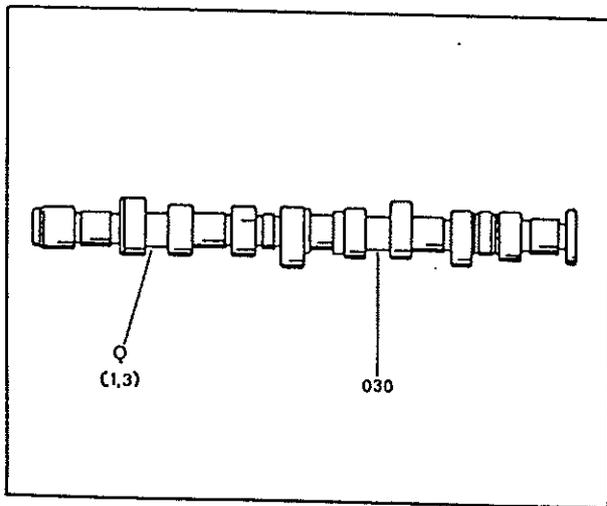

Bild 35: Nockenwellenkennzeichnung
- Kennzeichnung (siehe Bild 35)